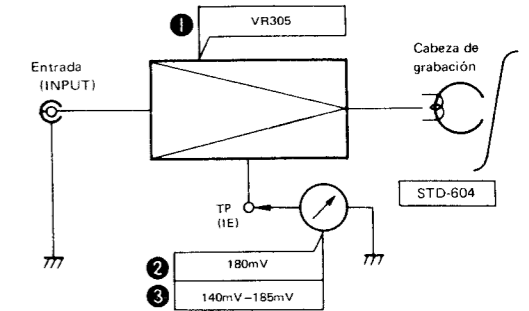

Fig. 12-14 Ajuste de la corriente de borrado
2. Si se excede de 0,6Vp-p, puentear la sección A mostrada en la Fig. 12-14.